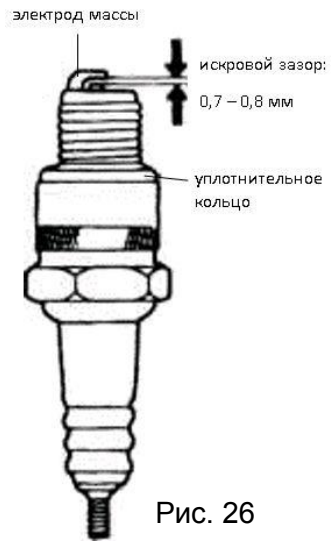

Рис. 26
Для очистки извлеките фильтрующий элемент, (см. рис. 26) снимите наружное поролоновое кольцо и открытой частью элемента вниз, аккуратно постучите по твердой поверхности, для удаления крупных фрагментов скопившейся пыли. Затем
5. Измерьте расстояние между электродами с помощью круглого щупа. (см. рис. 26).